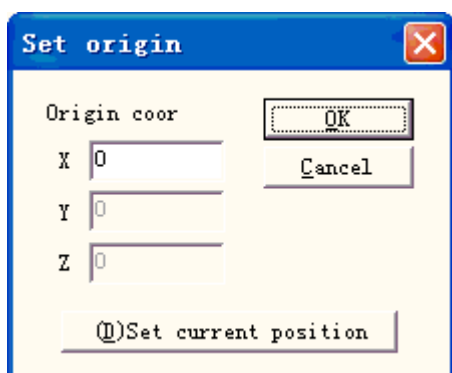
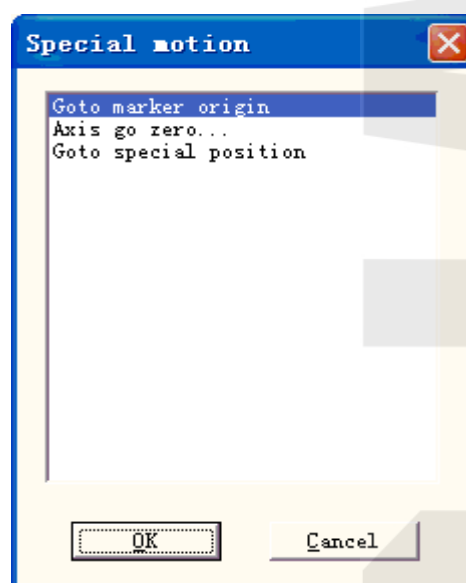

Рис. 8-34.
Рис. 8-35.
**Special position (специальная позиция):** кнопка служит для назначения позиции, в которую устанавливается двигатель перед началом маркировки. Нажмите кнопку «Special position» и установите заданные координаты позиции. Далее нажмите кнопку «Special motion» (специальное перемещение) и выберите «Go to special position» (переход в специальную позицию), двигатель перейдет в установленную позицию, как показано на Рис. 8-34, Рис. 8-35: